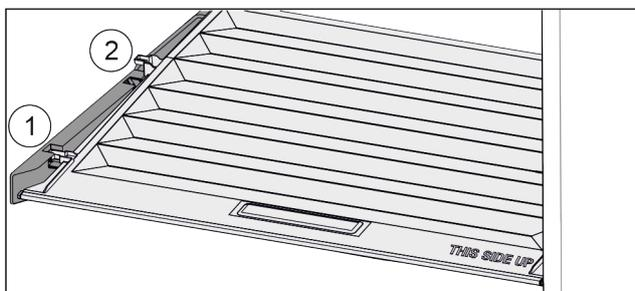

Fig. 95
- ▶ Tirer le couvercle vers l'avant jusque dans l'orifice des pièces de retenue Fig. 95 (1).
- ▶ Le soulever par le bas à l'arrière et le sortir par le haut Fig. 95 (2).